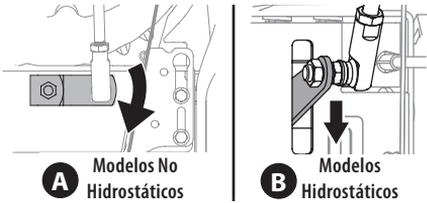

Figura 33
9. Verifique que la palanca de cambios que está en la parte posterior de la transmisión esté rotada hacia abajo al máximo de su rotación. Consulte la Figura 33, Detalle "A" para modelos sin transmisión hidrostática o Detalle "B" para modelos con transmisión hidrostática.